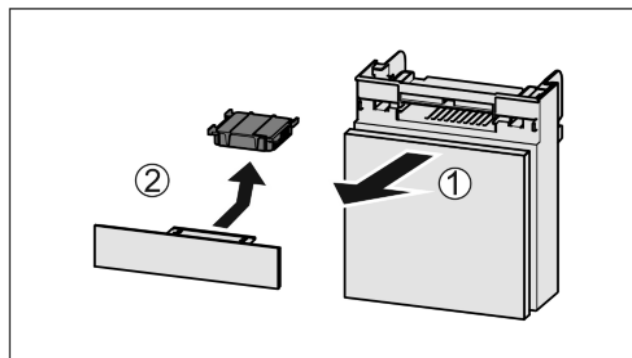

Fig. 41
- ▶ Extrageți Fig. 41 (1) compartimentul către înainte.
- ▶ Scoateți Fig. 41 (2) filtrul de cărbune activ.